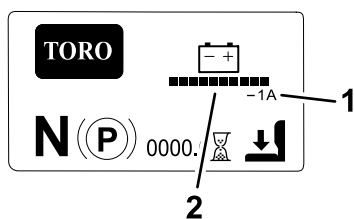

Figure 19
- **Écran d'information principal** (Figure 19) : il affiche les données actuelles de la machine quand la clé est à la position CONTACT. Cet écran affiche le niveau de charge et l'intensité du système de batteries.